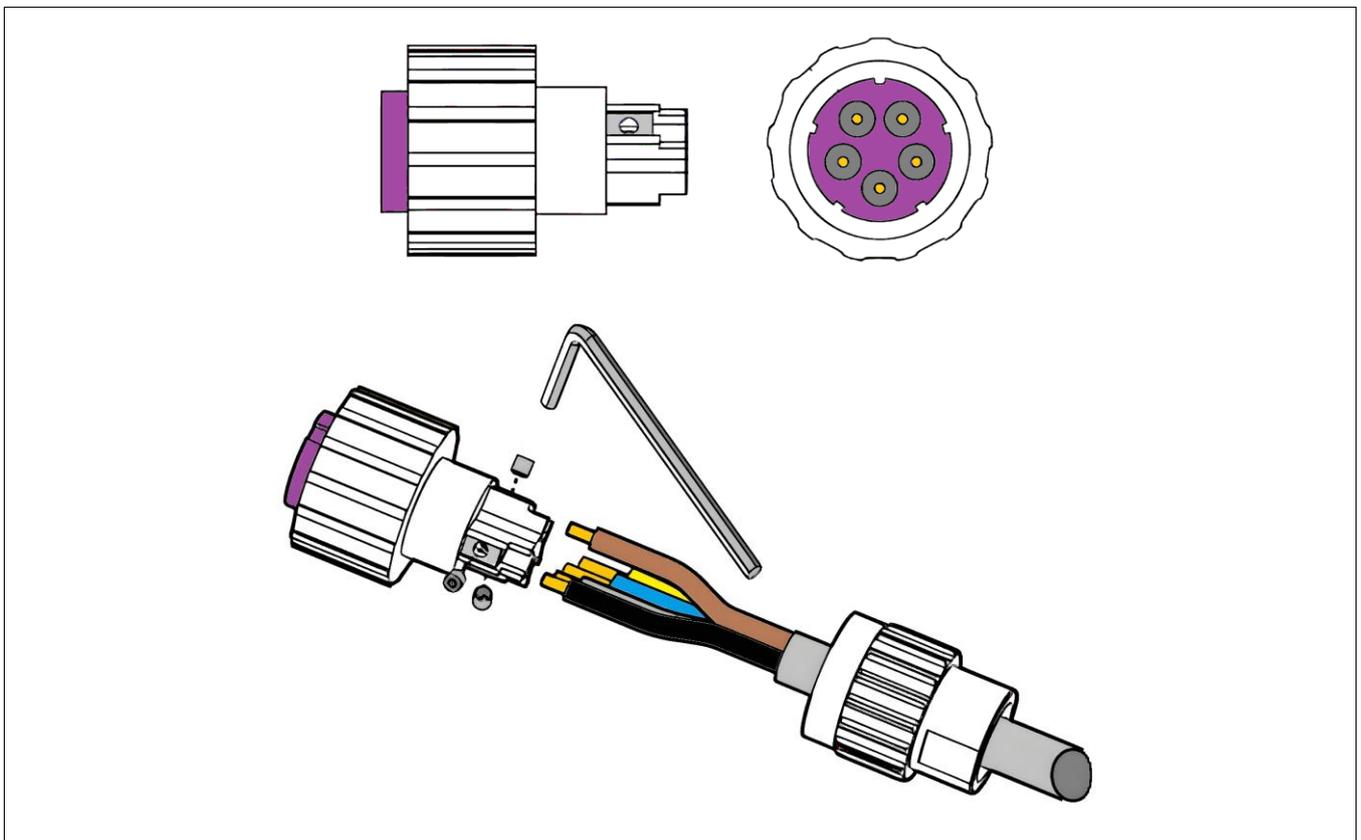

Abbildung 15: Verdrahtung AC-Stecker
- Schließen Sie die Leiter wie in Abbildung 15 gezeigt an und ziehen Sie die Klemmen mit einem Inbusschlüssel fest.